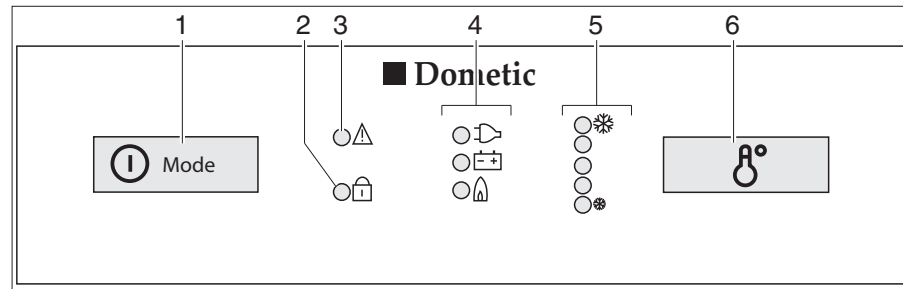

Bild 244 Bedienelemente für den Kühlschrank (Dometic 8er-Reihe mit MES)
- Den Einschalter/Energie-Wahlschalter (Bild 244,1) 2 Sekunden lang drücken, um das Gerät einzuschalten. Die LED der zuletzt gewählten Betriebsart leuchtet auf.
- Ggf. den Einschalter/Energie-Wahlschalter (Bild 244,1) mehrmals kurz drücken, bis die Betriebsanzeige Gas "🔥" aufleuchtet. Die Gaszufuhr ist geöffnet. Der Zündvorgang erfolgt automatisch. Ein tickendes Geräusch ist hörbar, bis der Zündvorgang erfolgreich abgeschlossen ist.
- Die Kühltemperatur mit dem Schalter für die Temperatureinstellung (Bild 244,6) einstellen.
- Ggf. den Einschalter/Energie-Wahlschalter (Bild 244,1) mehrmals kurz drücken, bis die Betriebsanzeige 230 V "⚡" aufleuchtet.
- Ggf. den Einschalter/Energie-Wahlschalter (Bild 244,1) mehrmals kurz drücken, bis die Betriebsanzeige 12 V "⚡" aufleuchtet.